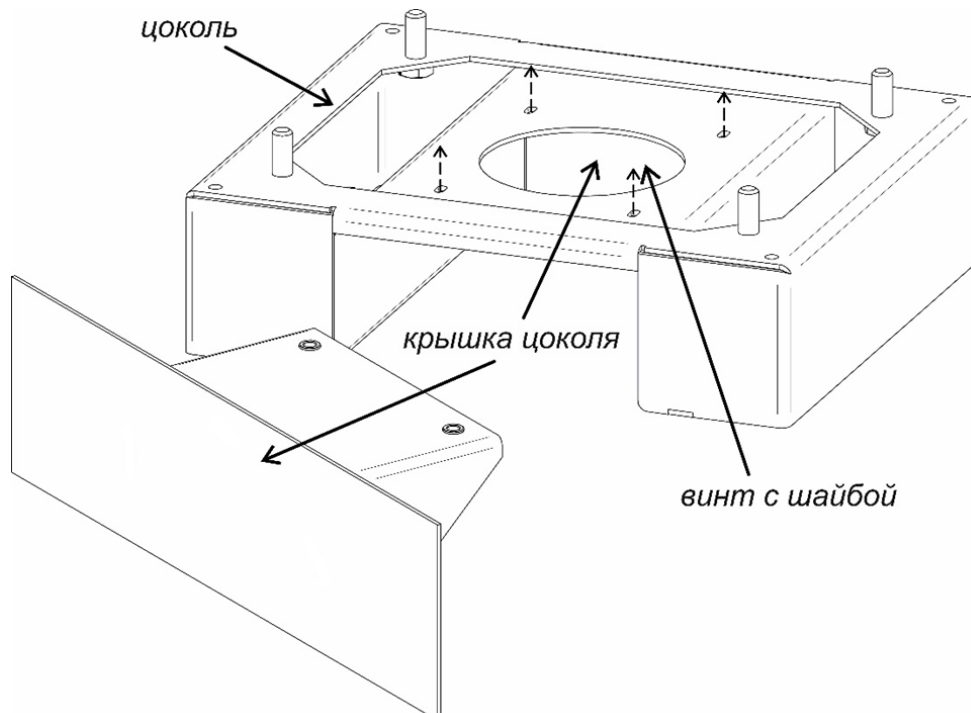

Рисунок 5. Конструкция цоколя
Если не планируется прокладка кабелей под поверхностью пола, кабели проводятся с задней стороны цоколя (12) паркомата. Предварительно необходимо снять заднюю крышку цоколя (12). Для снятия передней или задней крышки необходимо открутить два винта с шайбами (см. рис. 5).